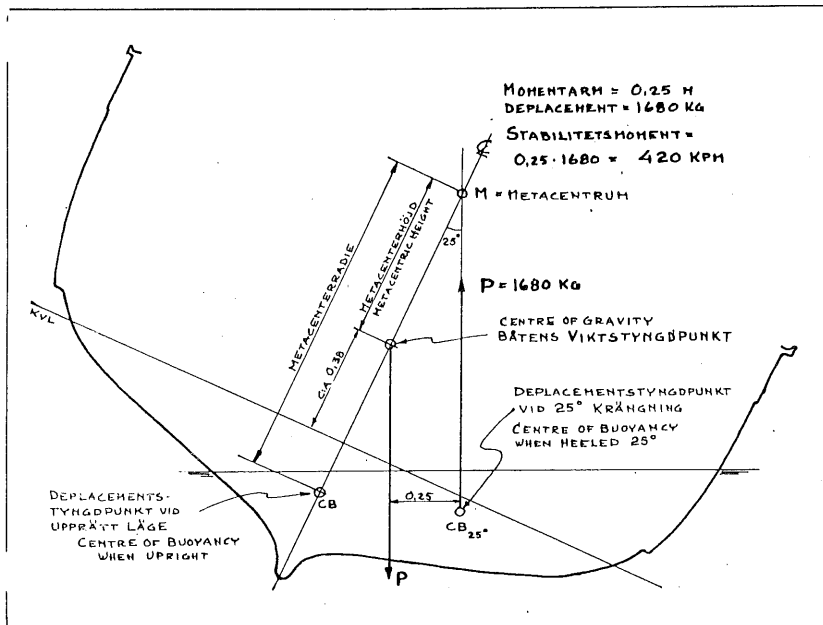

Fig. 4. Sektion som visar stabilitetsmomentet.
Fig. 4 visar hur tyngdkraften (P) verkar i båtens viktstyngdpunkt och hur en lika stor kraft verkar lodrätt uppåt från displacementstyngdpunkten i krängt läge.
Vad metacenterhöjd är framgår av fig. 4, som också visar att denna höjd är ett mått på stabiliteten. En ökning resp. minskning av metacenterhöjden ger en ökning resp. minskning av stabiliteten.